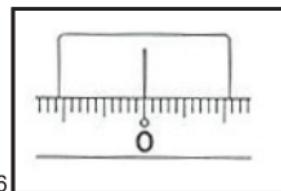

Рис.16
2) Наведитесь на точку А и вращайте лимб „9” до совмещения индекса с отсчетом  $0^\circ$ . (Рис.16)